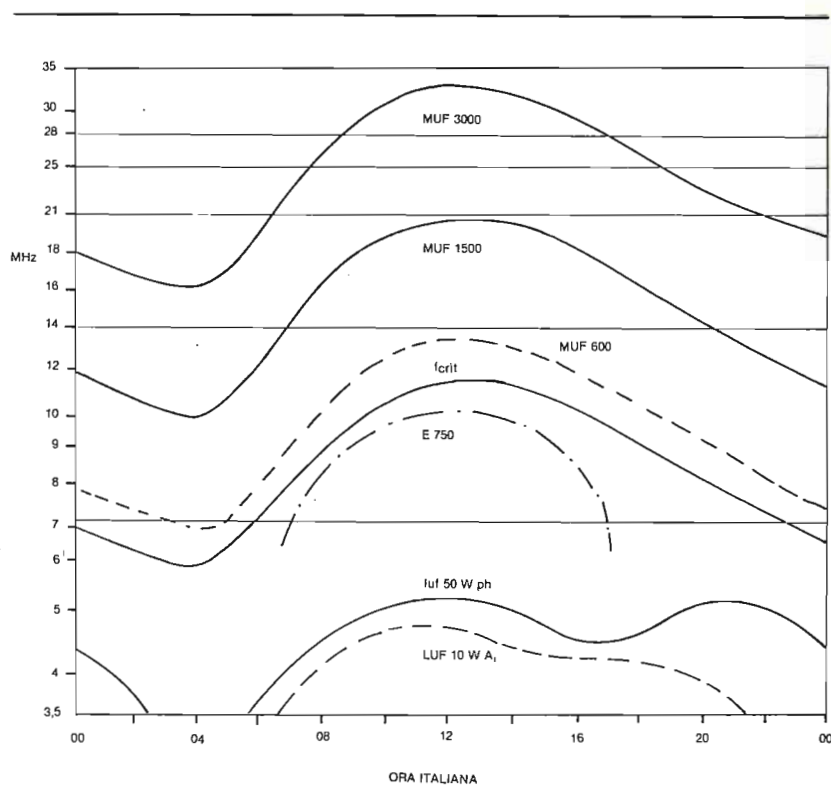

Fig. 4 - Previsioni per le distanze medie nel mese di Aprile.
Le distanze sul terreno sono riferite allo F_2 ; il lobo (A) potrebbe consentire comunicazioni da 500 km in poi, però se facciamo un raffronto con le previsioni di Aprile 82 (Fig. 4) vediamo che la MUF 600 km non arriva a 14 MHz; quindi le probabilità che il lobo (A) «buchi» dovrebbero verificarsi nella maggior parte dei giorni, salvo il caso d'una maggiore attività solare, per almeno 72 ore; ovvero la formazio-
(intensità relativa 6) e così via fino a 12 mila km. Le grandi distanze, naturalmente dipendono dalle condizioni della ionosfera nei numerosi punti di riflessione: però nei percorsi verso est e verso ovest dove le previsioni sono in generale simili a quelle riportate in Fig. 4 — dovrebbe esservi buona probabilità di comunicazione fino dopo la mezzanotte e dalle 06 (italiane) in poi: come dire che la gamma potrebbe essere *aperta per i DX* per almeno 18 ore al giorno.
Medie distanze (Fig. 4)